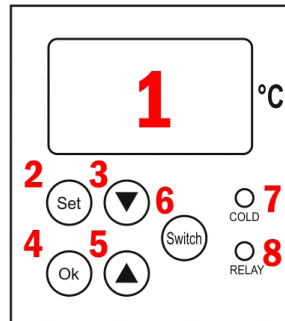

Рис. 1 – Элементы прибора
5. Выберите режим работы терморегулятора нажатием кнопки **Switch**. Если выбран режим нагрева, индикатор 7 (рис. 1) не горит, а если выбран режим охлаждения – горит.